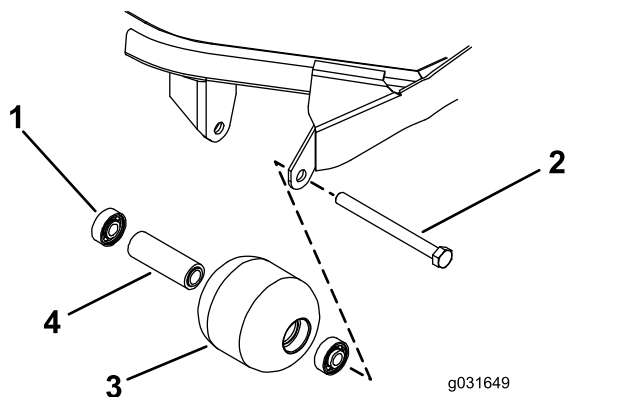

Figura 72
1. Retire el perno de montaje del rodillo (Figura 72).
4. Inspeccione el alojamiento del rodillo, los cojinetes, y el espaciador del cojinete (Figura 72).
1. Introduzca el primer cojinete en el alojamiento del rodillo, haciendo presión solamente sobre el anillo de rodadura exterior, o de forma igual sobre el anillo exterior y el interior (Figura 72).
2. Introduzca el espaciador (Figura 72).
3. Introduzca el segundo cojinete en el alojamiento del rodillo hasta que entre en contacto con el espaciador, haciendo presión solamente sobre el anillo de rodadura exterior, o de forma igual sobre el anillo exterior y el interior (Figura 72).